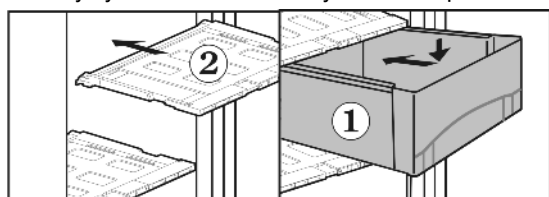

Fig. 14
- Nasazení víka zásuvky *Fig. 14 (2)*: Výstupky víka zásuvky zaveďte zespod do zadních držáků a vpředu zaklesněte do úchytu držáku.
- Zásuvky *Fig. 14 (1)* nasad'te na kolejničky a zcela zasuňte, až zásuvka slyšitelně zaklesne.